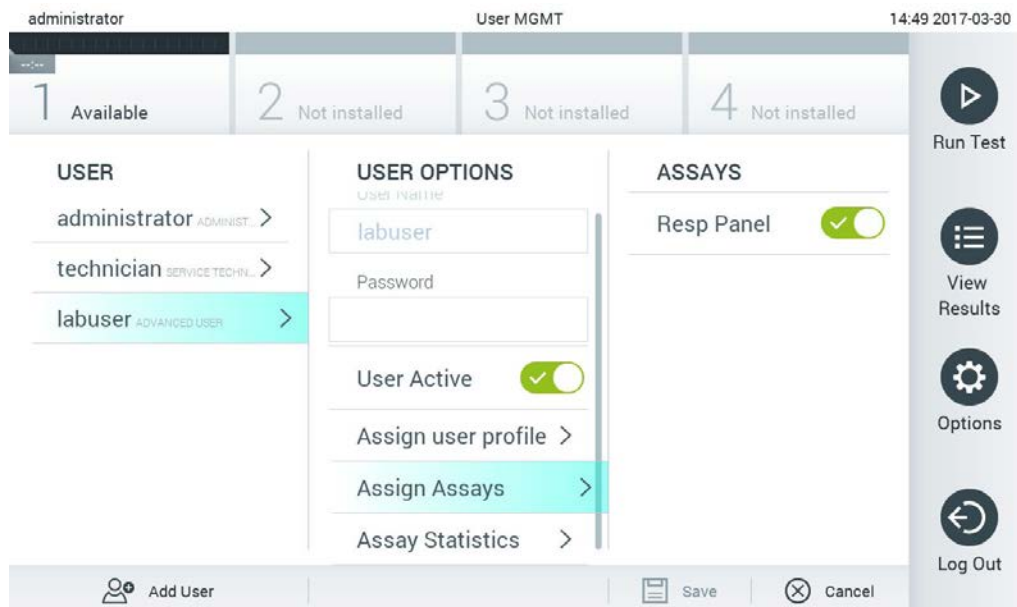

Figura 55. Assegnazione di esami agli utenti.
- Assign Assays (Assegna esami): permette di definire gli esami del database degli esami che l'utente può eseguire. Selezionare gli esami dall'elenco a destra dell'area dei contenuti. (Figura 55).